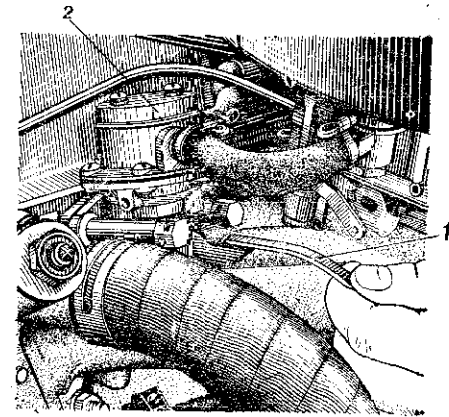

Рис. 32. Расположение топливного насоса на двигателе:
**Пуск холодного двигателя** После длительной стоянки автомобиля перед пуском двигателя необходимо подать бензин в карбюратор рычагом 1 (рис. 32) ручного привода топливного насоса.
Если все же горячая смесь оказалась переобогащенной, то удалите ее из цилиндров и впускной трубы. Для этого, нажав до отказа на педаль управления дроссельными заслонками карбюратора, включите стартер. Если после 5—7 с провертывания коленчатого вала двигатель не начнет работать без перебоев, то выключите стартер и повторите пуск через несколько секунд. (Этим приемом пользуйтесь также при пуске перегретого двигателя в случае самопроизвольной его остановки.) Перед повторным включением стартера поднимите и опустите несколько раз рычаг 1 ручного привода диафрагмы топливного насоса (см. рис. 32), чтобы удалить из системы питания образовавшиеся в топливопроводах пузыри воздуха или пары бензина, препятствующие нормальной работе топливного насоса.